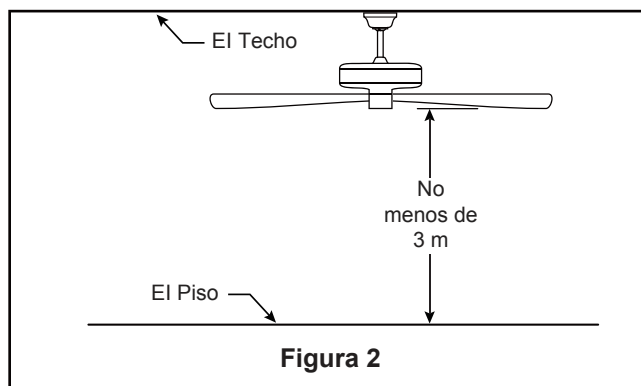

Figura 2
2. Retire el clip de horquilla y pasador de horquilla de la parte inferior de la bola para colgar. Retener el pasador y clip para la reinstalación en el paso 4. (Figura 2)
Debe colgar el ventilador a una distancia mínima de 3 m desde las aspas hasta el piso. (Figura 2)